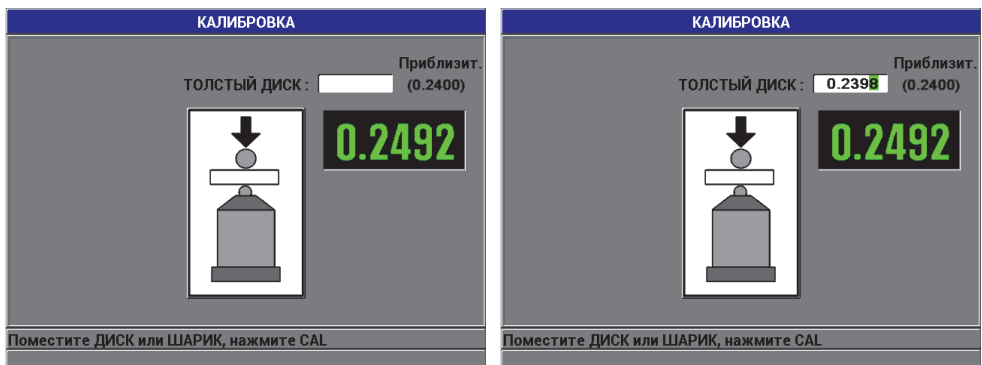

Рис. 4-9 Калибровочная точка ТОЛСТЫЙ ДИСК
6. Точка на калибровочной кривой, соответствующая ТОЛСТОМУ калибровочному диску: прибор дает указание оператору поместить калибровочную прокладку и элемент на наконечник ПЭП. Числовое значение данной калибровочной точки будет зависеть от выбора используемого шарика, диска или проволоки. Приблизительное значение толщины диска отображается в нижней ячейке измерения. Нажмите [CAL], чтобы перенести значение в текстовое поле. С помощью курсорных клавиш введите известное значение толщины калибровочного диска и нажмите [CAL] (см. Рис. 4-9 на стр. 83).